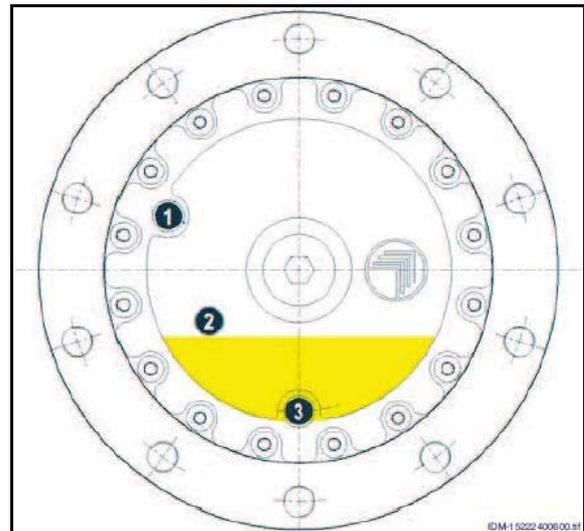

Fig. 176
- Es ist darauf zu achten, dass der Wagenheber sicher in der Hülse (Fig. 176/1) sitzt.